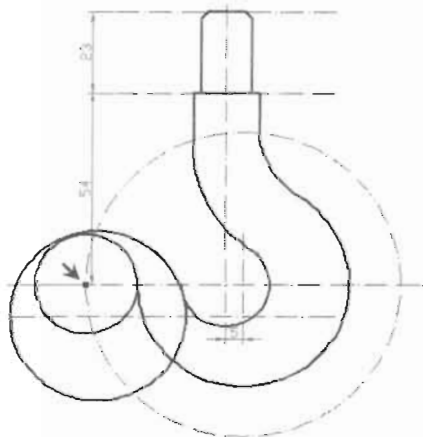

图 6-47
(4) 在命令提示行中输入 Circle 命令，以辅助直线和圆弧的交点绘制半径为 14 的圆，该圆就与 R29 相切，如图 6-47 所示。